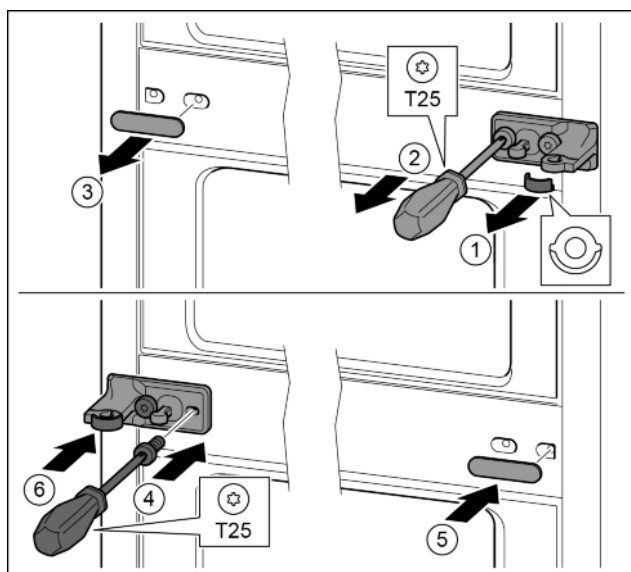

Fig. 25
- ▶ Stáhněte podložku. Fig. 25 (1)
- ▶ Šroubovákem T25 vyšroubujte šrouby. Fig. 25 (2)
- ▶ Opatrně stáhněte kryt. Fig. 25 (3)
- ▶ Stojan ložiska s fólií otočený o 180° pevně přišroubujte na druhé straně. Fig. 25 (4)
- ▶ Kryt otočený o 180° připevněte na druhé straně. Fig. 25 (5)
- ▶ Zepředu nasuňte podložku. Fig. 25 (6)